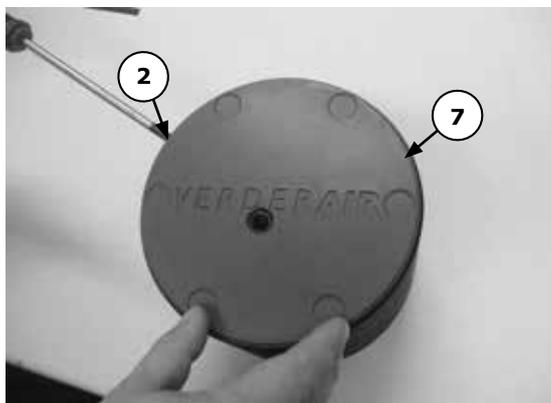

Abbildung 1
Nehmen Sie die Abdeckung (7) ab, indem Sie einen Schraubendreher behutsam in die Vertiefung des Luftabschnitts (2) schieben (siehe Abbildung 1).